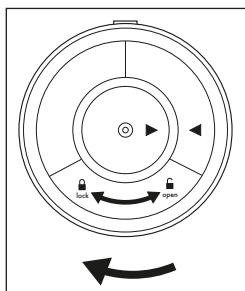

Fig. 2
7. Vuelva a colocar el cierre del compartimento para pilas **13**. Gire el cierre del compartimento para pilas **13** en sentido horario hacia la indicación **lock**  hasta que las dos marcas ► ◀ estén a la misma altura y el cierre del compartimento para pilas **13** encaje de manera audible (consulte la fig. 2).